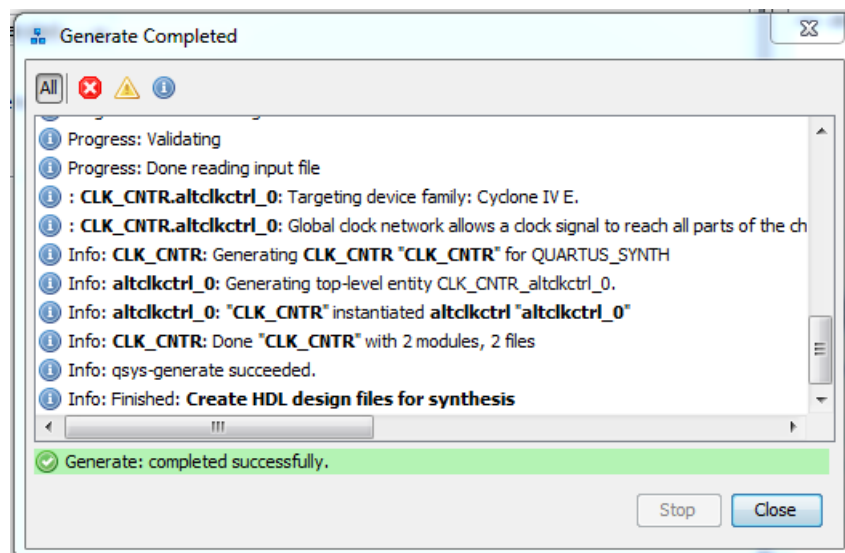

Рис. 30 Окно завершения генерации экземпляра выбранного компонента
6.15. Появится окно **Generation**, в котором, в случае успешной компиляции, появится надпись *Generation: completed successfully* (рис. 30). Выполните «Close». Затем «Finish».